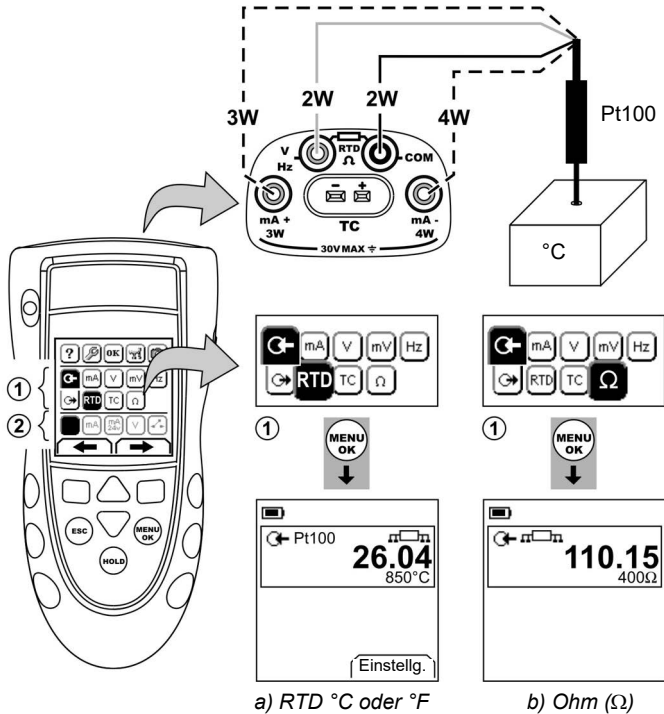

Abbildung 7: Beispielkonfiguration: Messen der Temperatur oder des Widerstands
1. Schließen Sie das Gerät an (Abbildung 7/8) und ändern Sie ggf. die Option *Konfig.* (Tabelle 1).